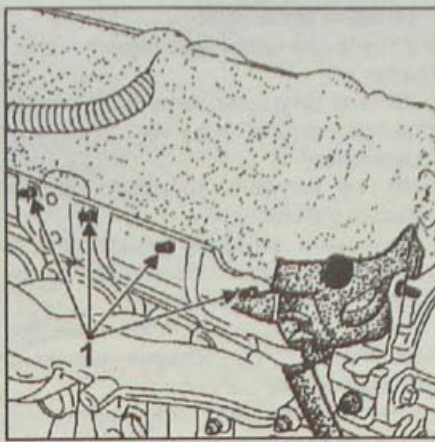

Рис. 4.65. Место расположения резиновых фиксаторов (1)
- Установите резиновый фартук на нижний защитный элемент из листового металла, используя пять резиновых фиксаторов (1, рис. 4.65). Убедитесь в надежной установке резиновых фиксаторов.